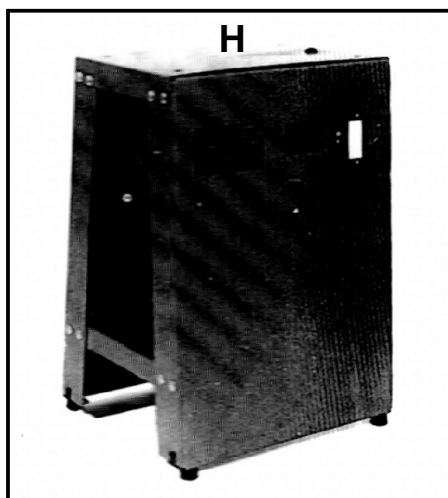

Figura 12 – Montaggio del pianale.
2. Posizionate il pianale (H) sul banco di sostegno, come mostrato in figura 12 e fissatelo tramite le viti ed i dadi forniti in dotazione.
4. Posizionate la levigatrice sul banco di sostegno, in modo che i 4 fori di fissaggio presenti nel basamento della macchina vengano a coincidere con i 4 fori presenti sul pianale (H).